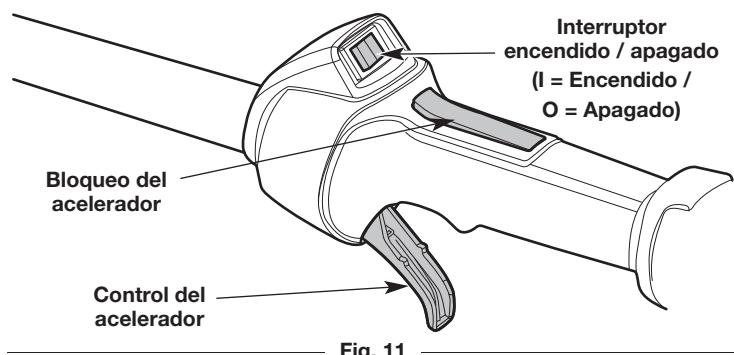

Fig. 11
**NOTA:** No hay necesidad de encender la unidad. El interruptor de Encendido/Apagado debe estar en la posición **Encendido (I)** en todo momento (Fig. 11).
3. Oprima y mantenga apretado el bloqueo del acelerador (Fig. 11). Apriete y mantenga oprimido el control del acelerador (Fig. 11).
2. Oprima y mantenga apretado el interruptor de encendido/apagado en la posición **Apagado (O)** hasta que el motor se pare por completo (Fig. 11).
4. Oprima y mantenga apretado el bloqueo del acelerador (Fig. 11). Apriete y mantenga oprimido el control del acelerador (Fig. 11).